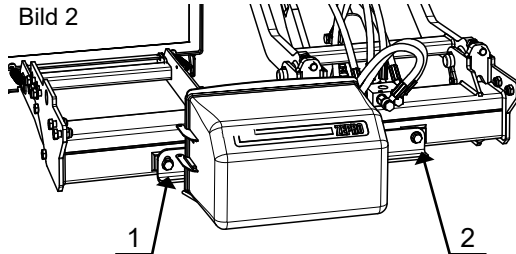
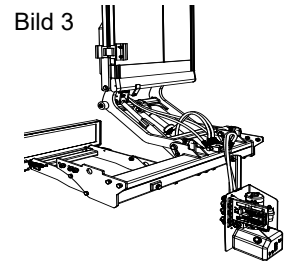

Bild 2
Bild 3
3. Lossa på bultarna för aggregatfästet, se bild 2. Ta bort bult vid pil 1, låt bult vid pil 2 sitta kvar, för att få gångjärnseffekt: se bild 3.